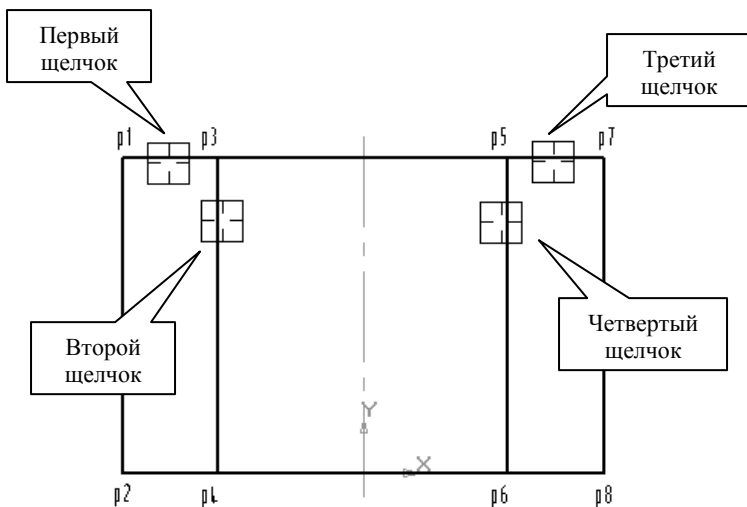

Рис. 11
5) В ответ на запрос системы **«Укажите первую кривую для построения фаски»** щелкните мишенью на отрезке 1 – 7 между точками 1 и 3 (рис. 11).